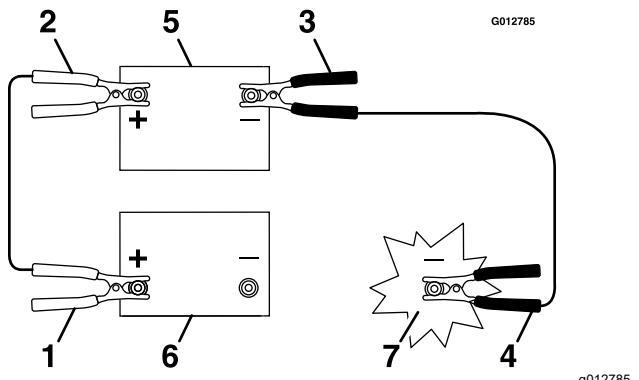

Figure 84
2. Enlevez avec précaution le capuchon isolant du câble positif de la batterie (Figure 84).
3. Branchez la cosse du câble positif (+) (rouge) à la borne positive (+) de la batterie à plat (Figure 84).